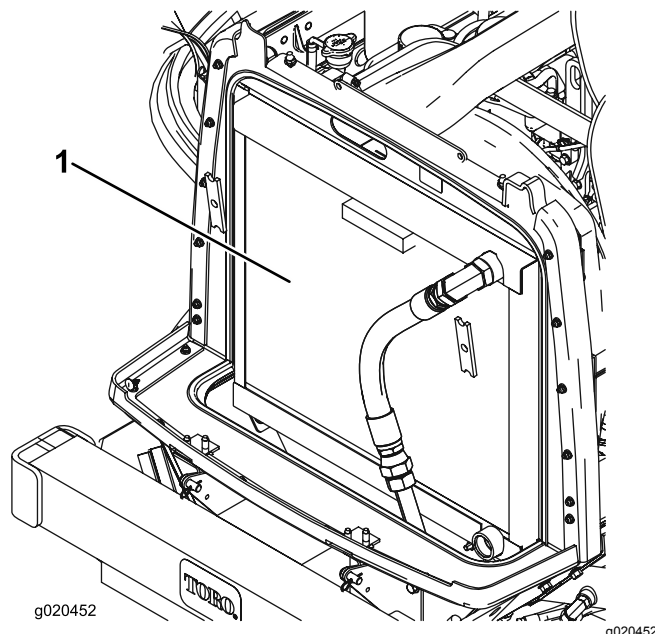

Figura 93
3. Limpie a fondo ambos lados de la zona del radiador/enfriador de aceite con aire comprimido (Figura 93).